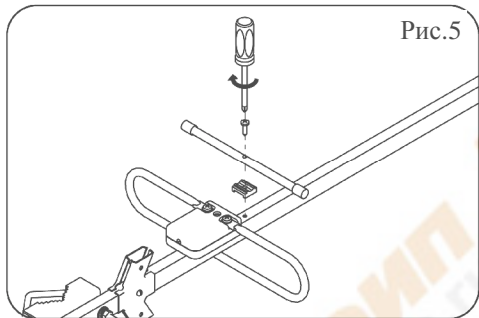

Рис.5
5.7.Установить трубчатый директор согласно рис.5,используя для крепления самонарезающий винт №3. Между штангой и директором поставить пластмассовую подкладку.